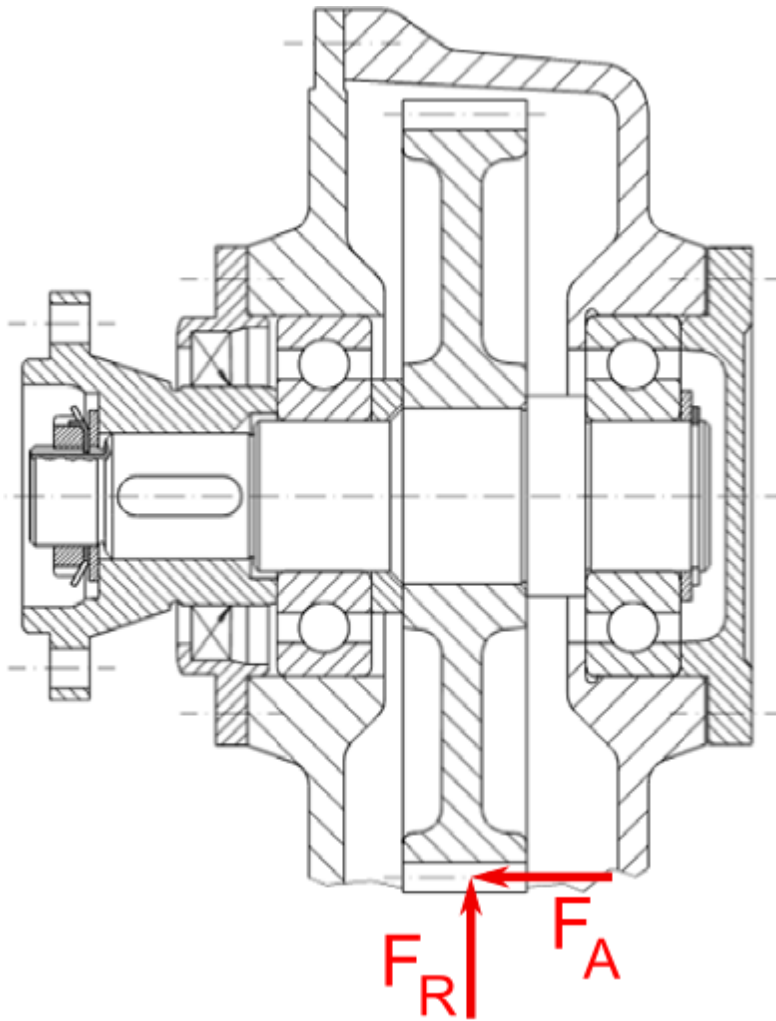

Abbildung 4.1
a) Kennzeichnen Sie in **Abbildung 4.1** alle zur Funktionserfüllung der Lagerung relevanten Wirkflächenpaare und Leitstützstrukturen.
b) Zeichnen Sie in **Abbildung 4.1** den Kraftfluss durch die Lagerung. Trennen Sie hierbei zwischen dem Kraftfluss für rein radiale Belastung (F_R) und dem für rein axiale Belastung (F_A).